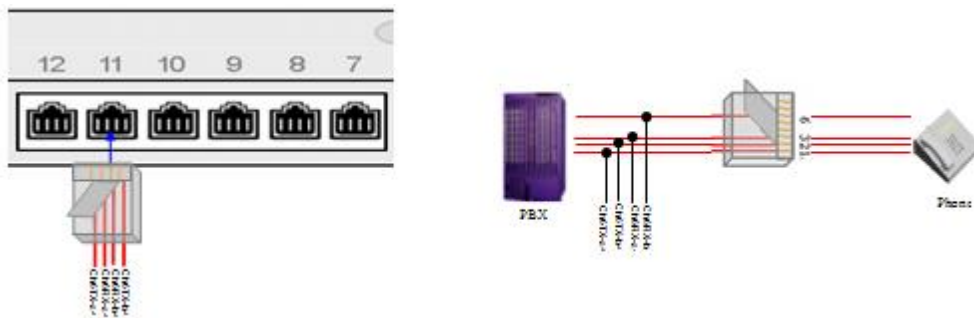

图 2-15
- 1) eON、AVAYA-4W 数字话机：需要将电话机与交换机之间的 1、2 两线分别并接到接线盒上 RJ11 插孔的 1、4 两芯；3、6 两线分别并接到 RJ11 的 2、3 两芯，如图 2-15 所示：